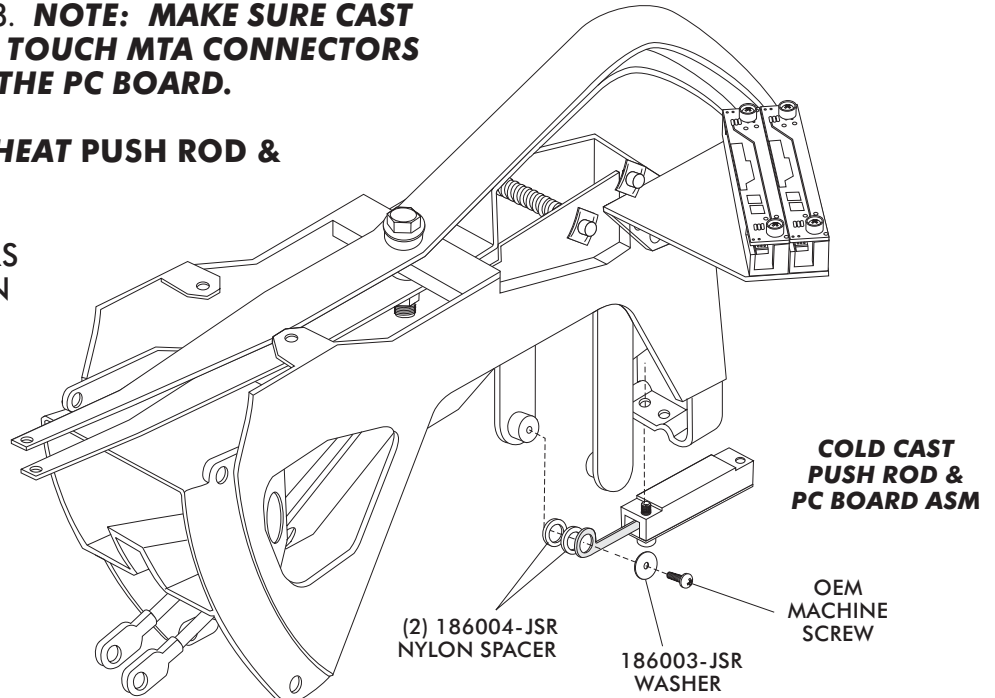

FIGURE 8
- HOLDING THE COLD CAST PUSH ROD & PC BOARD ASSEMBLY TOGETHER; THREAD THE #8 x 1.25" SELF TAPPING SCREW WITH NYLON CUP WASHER INTO THE CONTROL PANEL AS SHOWN. SEE FIGURE 8. **NOTE: MAKE SURE CAST POT HOLDER DOES NOT TOUCH MTA CONNECTORS OR SOLDER JOINTS ON THE PC BOARD.**
- INSTALL (2) 1/16" SPACERS ON LEVERS AS SHOWN IN FIGURES 8 & 9 BELOW.